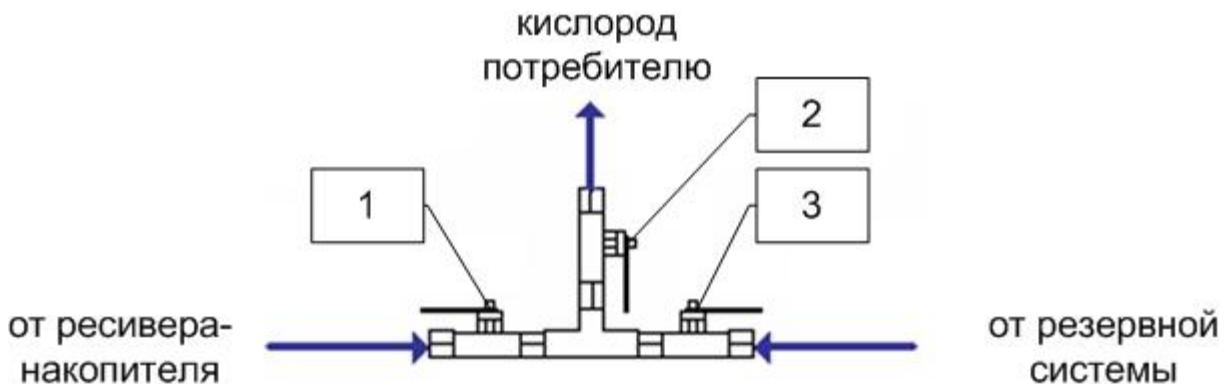

Рисунок 2 Схема подключения кислородного концентратора MZ-30
4.9 При монтаже установки с резервной системой (например, кислородным баллоном высокого давления) необходимо использовать Т-образный блок с шаровыми кранами (см. рисунок 2). Присоедините шланги от редуктора ресивера и от редуктора резервной системы (баллон высокого давления) к шаровым кранам. Центральный штуцер блока подсоединен к потребителю.